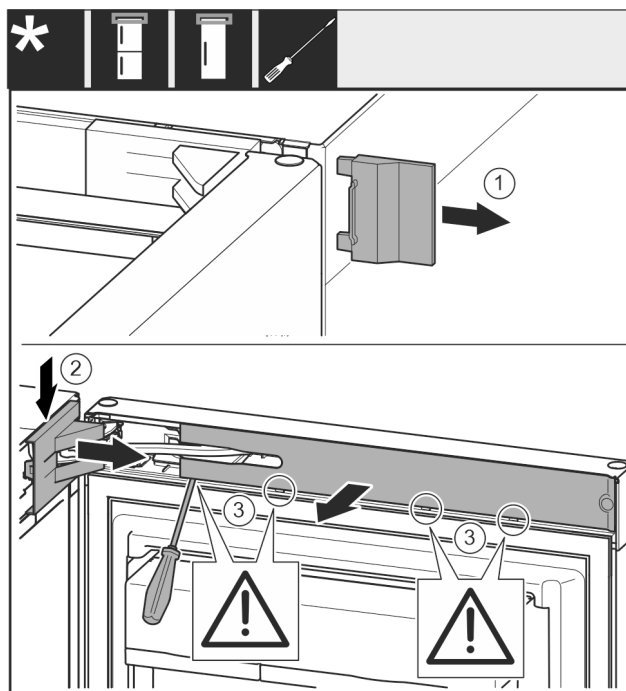

Fig. 9
- Rimuovere la copertura esterna. Fig. 9 (1)
- Disinnestare e allentare la copertura del blocco di supporto. Rimuovere la copertura del blocco di supporto. Fig. 9 (2)
- Disinnestare il pannello con un cacciavite a testa a intaglio e ruotarla lateralmente. Fig. 9 (3)